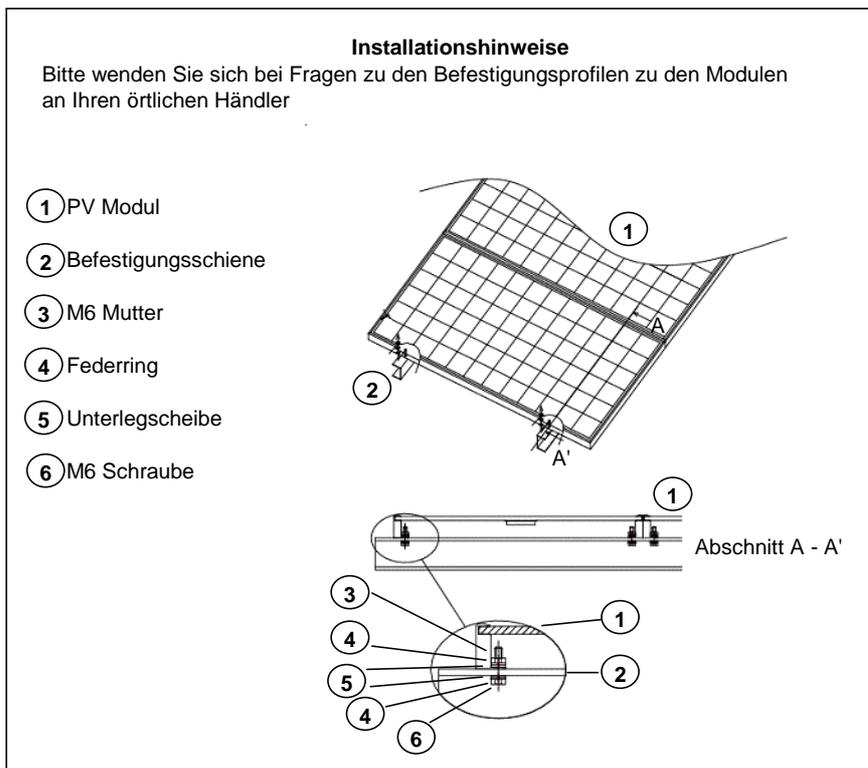

Abbildung 1: Installation
- Wir empfehlen die in Abb. 1 gezeigten Installationsmethoden. In einigen Gebieten unterliegen Installation und Einsatz von PV-Modulen den örtlichen Elektrobestimmungen.